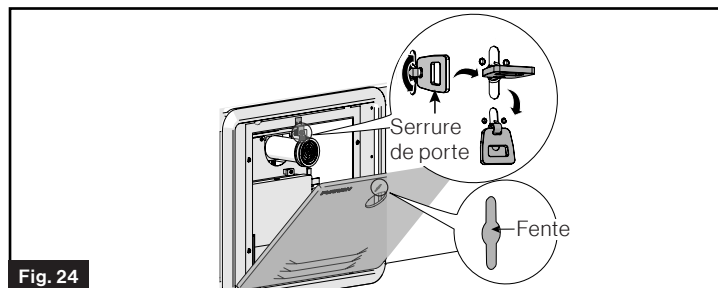

Fig. 24
7. Alignez le verrou de la bride avec la fente de la porte, poussez ensuite la porte et tournez le verrou pour verrouiller la porte en place. (Fig. 24)
- Étape ① : Tirez et tournez à 90 ° le levier afin de verrouiller le verrou.
- Étape ② : Tournez le verrou pliant vers le bas pour le verrouiller.